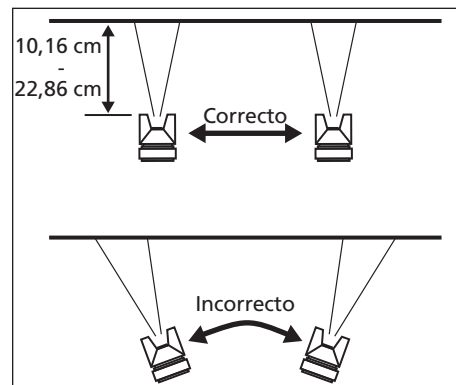

Figura 8 - Trazos de pintado
- Mantenga la pistola paralela y de 10,16 cm (4 pulg.) a 22,86 cm (9 pulg.) de la superficie del objeto que está siendo rociado. (Ver Figura 8). Si se regula la salida de material para un patrón angosto pequeño, puede ser necesario acercarse más a la superficie de trabajo.